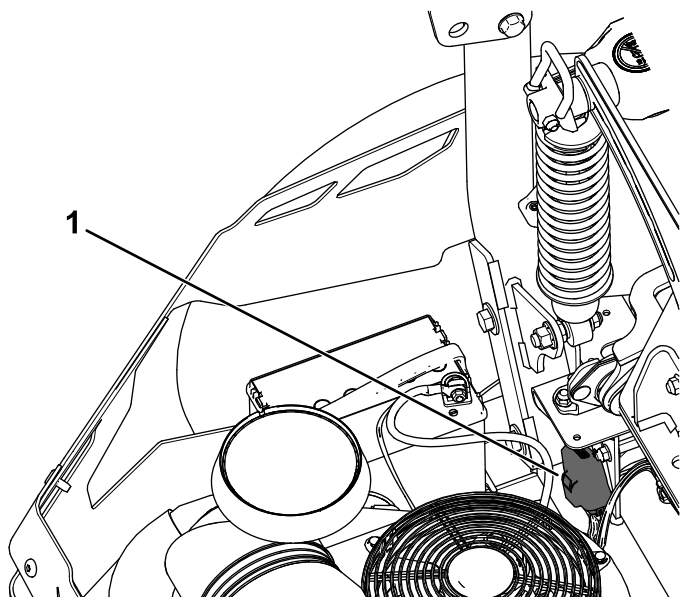

Figure 80
Les fusibles se trouvent à l'arrière, près du moteur (Figure 80).
2. Remplacez le fusible (Figure 80).